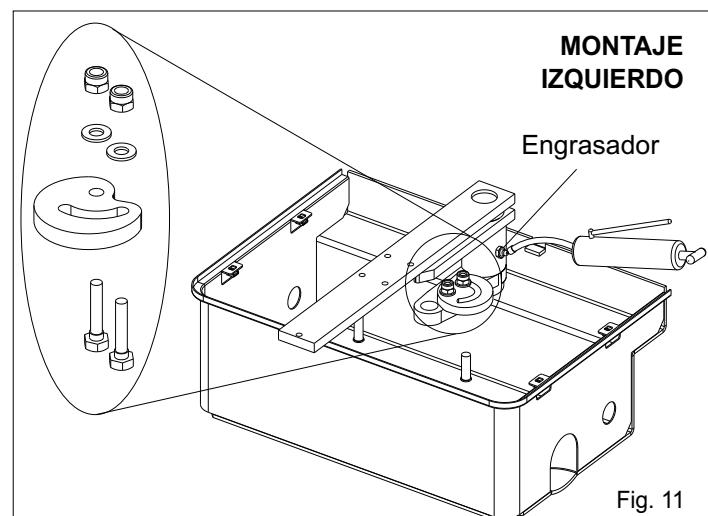
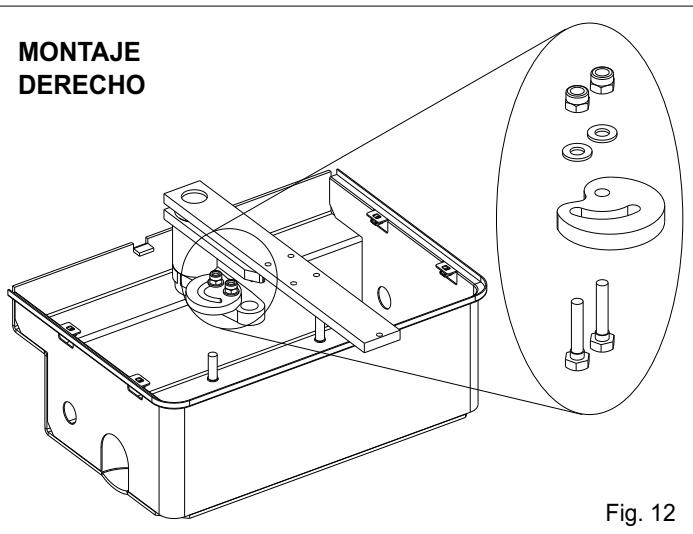

Fig. 11
Fig. 12
2.7. Inserir la leva del fin de carrera en el conjunto manilla y fijarla con las tornillos predisuestos (montaje izquierdo Fig. 11, montaje derecho Fig. 12)